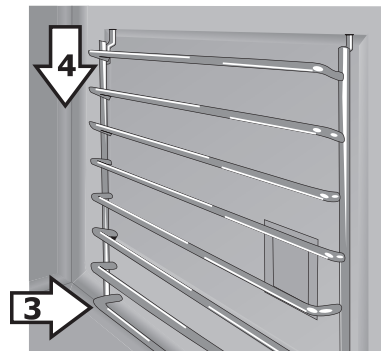

Figure 14 : Supports latéraux de grille- dents inférieures
3. Une fois les dents supérieures en place, tenir le support de grille du four à égalité avec le côté du four et insérer les dents inférieures dans les trous inférieurs (Figure 14).
4. Glisser les dents inférieures vers le bas dans les trous inférieurs. Une certaine force peut être requise pour mettre la grille en place (Figure 14).